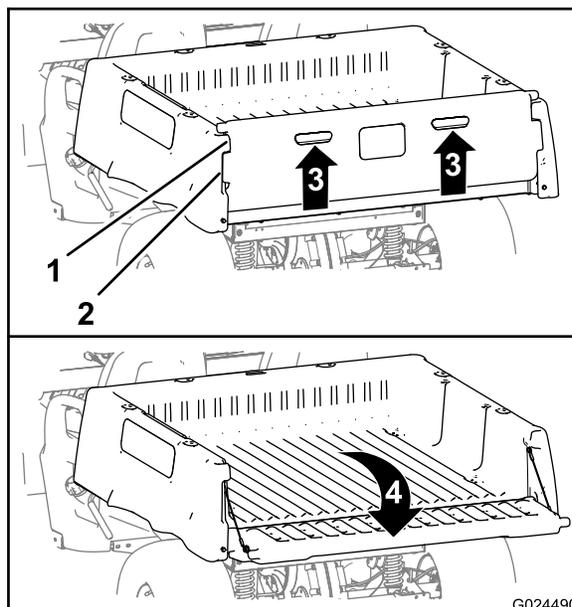

Рисунок 14
2. Поднимите захваты на задней панели откидного борта (Рисунок 14).
6. Поверните откидной борт вверх и вперед так, чтобы фиксирующие фланцы откидного борта были заподлицо с его гнездом в грузовом кузове (Рисунок 14).
7. Опустите откидной борт до его посадки в задней части грузового кузова (Рисунок 14).